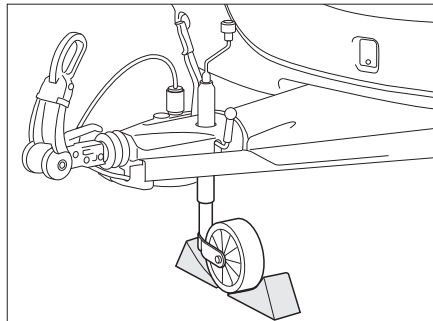

Fig. 161 Bloquer la roue d'appui
- Placer la roue d'appui de manière perpendiculaire au sens de la marche et la bloquer avec des auxiliaires adéquats (Fig. 161).